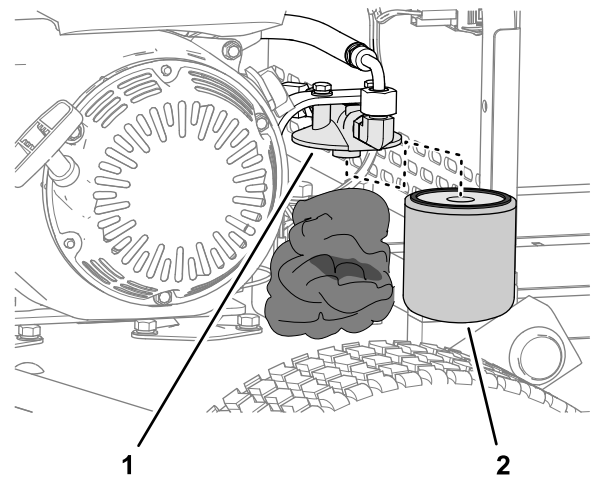

图37
2. 将抹布塞在液压油过滤器下 图37。
3. 小心取下液压油过滤器 图37。
5. 用手将过滤器安装到滤头 图37 上直至垫片接触到滤头然后再将过滤器拧紧 3/4 圈。